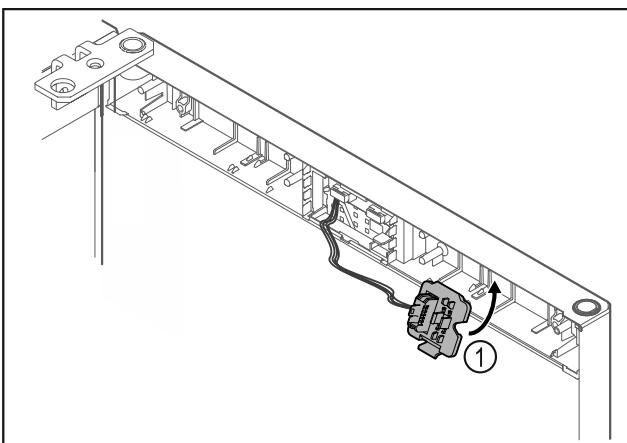

Fig. 18
- Fixați în poziție suportul fișei Fig. 18 (1) pe partea opusă.